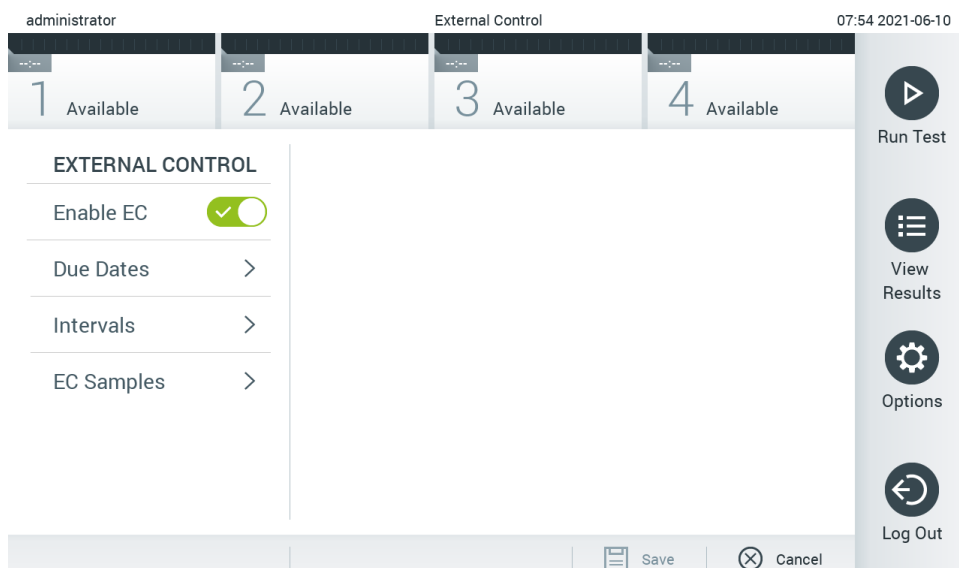

Figura 50. O ecrã de External Control (Controlo externo).
2. Prima o botão de alternância **Enable EC** (Ativar EC) para ativar a funcionalidade (Figura 50).